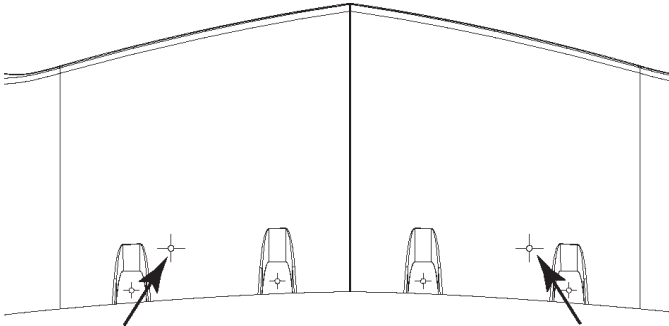

FIGURE 46
- Utiliser une scie-cloche de 33 mm (1 po ¼) pour percer deux trous dans le revêtement, aux endroits indiqués par les deux lignes croisées avant sur le côté inférieur du revêtement. Se reporter à la Figure 46.